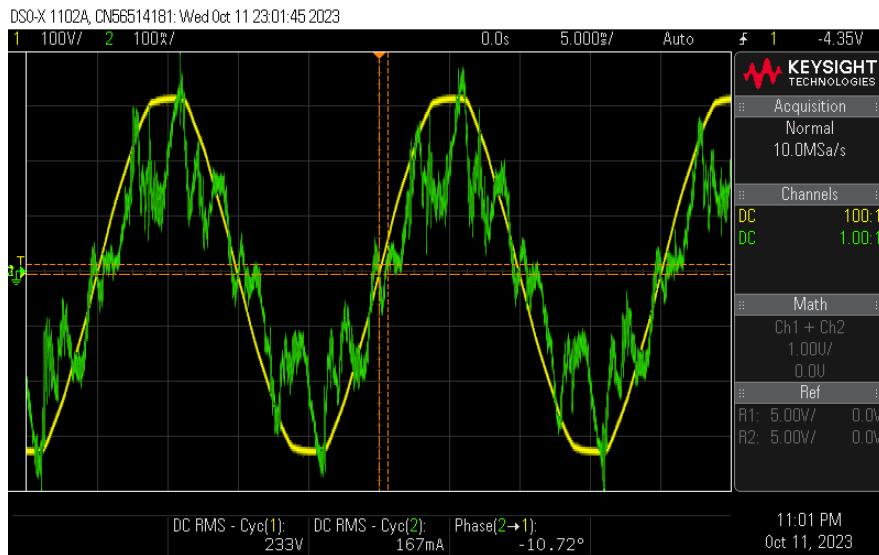

Abbildung 12: Oszillogramm von  $u_N$  und  $i_N$  - Symmetrischen Drehstromlast in Dreieckschaltung
- a) Bestimmen Sie die komplexen Effektivwerte der Spannungen  $\underline{U}_{1N}$ ,  $\underline{U}_{2N}$ ,  $\underline{U}_{3N}$  und  $\underline{U}_{NK}$  und der Ströme  $\underline{I}_1$ ,  $\underline{I}_2$ ,  $\underline{I}_3$  und  $\underline{I}_K$  bei angeschlossener symmetrischer Drehstromlast nach Bild 12. Skizzieren Sie die Messschaltung und verwenden Sie zur Messung Oszilloskop, Trennteiler und Stromwandler. Das Oszillogramm von  $u_1$  mit  $i_1$  ist mit in die Ausarbeitung zu übernehmen und aufzuarbeiten.
Durch die Implementierung der Kompensation bei der symmetrischen Drehstromlast konnten wir beobachten, dass die zuvor erfolgte Phasenverschiebung zwischen der Spannung ( $U$ ) und dem Strom ( $I$ ) vollständig aufgehoben wurde. Dies ist besonders gut auf Abbildung 12 zu erkennen, da der Phasenverlauf identisch ist, obwohl der Strom beträchtliche Ober- und Unterschwingungen aufweist. Diese Schwankungen sind eine natürliche Konsequenz der Herstellung von Bauteilen für die symmetrische Drehstromlast, da eine exakte Fertigung nur bis zu einem gewissen Grad möglich ist.